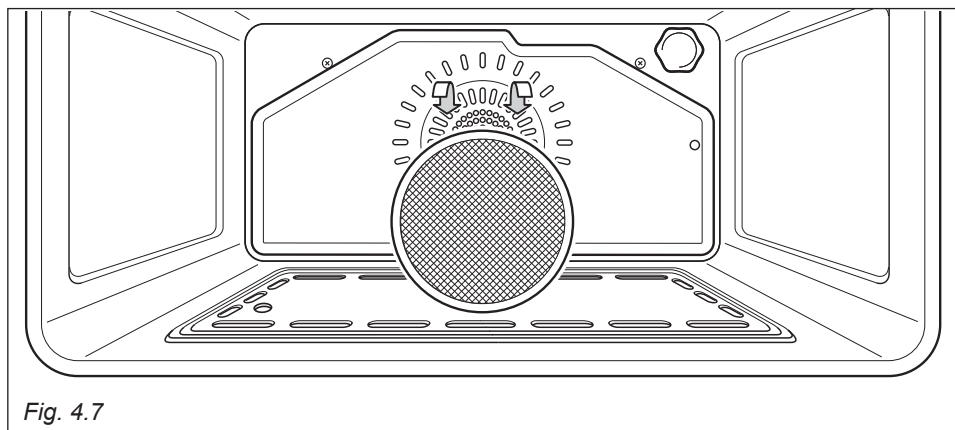

Fig. 4.7
- Uno speciale filtro è previsto nella parte posteriore del forno per catturare particelle di grasso che si sviluppano soprattutto quando si arrostisce della carne (fig. 4.7). Il filtro va agganciato alla parete posteriore del forno come illustrato in figura 4.7.